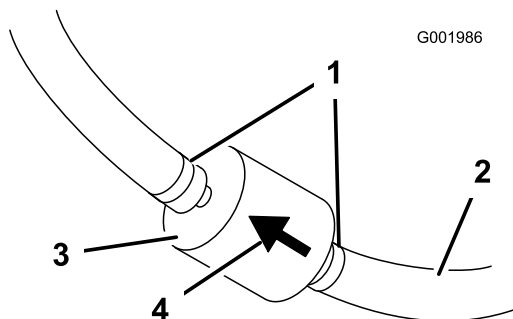

Figura 52
5. Aperte as pontas dos grampos da tubagem e afaste-as do filtro (Figura 52).